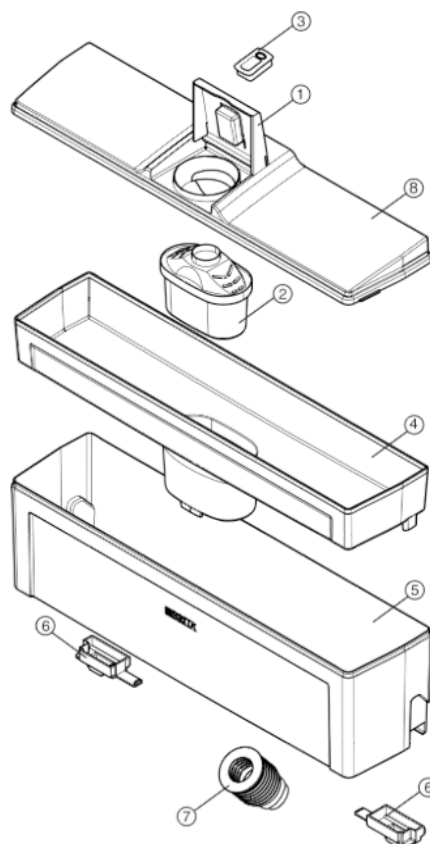

Fig. 19
- ▶ Откройте крышку *Fig. 19 (1)* вместе со встроенным индикатором замены картриджа BRITA Мемо *Fig. 19 (3)*, нажмите на него одновременно с обеих сторон и аккуратно извлеките из кожуха *Fig. 19 (8)* резервуара для воды. Ввиду риска повреждения индикатора BRITA Мемо извлекать его из крышки разрешается только с целью утилизации.
- ▶ Крышку *Fig. 19 (8)* ёмкости для воды возьмите одновременно слева и справа, поднимите вверх и отложите в сторону.
- ▶ Извлеките картридж водяного фильтра BRITA MAXTRA *Fig. 19 (2)* со сменного элемента фильтра *Fig. 19 (4)*.
- ▶ Затем возьмите сменный элемент фильтра *Fig. 19 (4)* посередине и извлеките его из резервуара для воды *Fig. 19 (5)*.
- ▶ Фиксаторы *Fig. 19 (6)* на дне ёмкости для воды сдвиньте к центру бака воды.
- ▶ Ёмкость для воды *Fig. 19 (5)* осторожно вытяните вверх, и воду (если она имеется) слейте в раковину.
- Жидкости, содержащие сахар, такие как прохладительные напитки, фруктовые соки и т.п., приводят к склеиванию клапана для воды *Fig. 19 (7)* и, таким образом, к полному прекращению его работы и, как следствие, к повреждению дозатора воды.
- ▶ Извлеките бак для воды из двери холодильной камеры и разберите его. Тщательно промойте водой и вытрите досуха мягкой тканью все компоненты, кроме картриджа водяного фильтра BRITA MAXTRA *Fig. 19 (2)* и крышки *Fig. 19 (1)* с индикатором замены картриджа BRITA Мемо *Fig. 19 (3)*.
- ▶ Поскольку индикатор замены картриджа BRITA Мемо *Fig. 19 (3)*, установленный на крышке *Fig. 19 (1)* кожуха бака для воды, не должен контактировать с водой, аккуратно очищайте крышку *Fig. 19 (1)* только при помощи влажной мягкой ткани, стараясь не задеть при этом сам индикатор замены картриджа BRITA Мемо *Fig. 19 (3)*.
- ▶ Фиксаторы *Fig. 19 (6)* сдвиньте наружу.
- ▶ Снимите с картриджа водяного фильтра BRITA MAXTRA *Fig. 19 (2)* защитную пленку. Опустите картридж в холодную воду и слегка встряхните его, чтобы удалить все пузырьки воздуха. Не замачивайте картридж MAXTRA перед использованием.
- ▶ Снимите кожух *Fig. 19 (8)* резервуара для воды и установите картридж водяного фильтра MAXTRA *Fig. 19 (2)* посередине сменного элемента фильтра *Fig. 19 (4)*, надежно его зафиксировав.
- ▶ Крышку *Fig. 19 (8)* ёмкости для воды установите на место и затем откройте клапан *Fig. 19 (1)*.
- ▶ Заполните сменный элемент фильтра *Fig. 19 (4)* 2 литрами воды в третий раз и оставьте ее отфильтроваться. Теперь питьевая вода, очищенная при помощи фильтра BRITA, готова к употреблению.
- ▶ Закройте клапан *Fig. 19 (1)* и запустите индикатор замены картриджа "Brita Мемо" *Fig. 19 (3)*.
- ▶ Чтобы было проще заполнять бак для воды после его установки в дверь холодильной камеры, можно использовать сосуд с насадкой для выливания дозированной порции жидкости. При этом не заливайте в сменный элемент фильтра *Fig. 19 (4)* больше 2 литров водопроводной воды.
- ▶ Сменный элемент фильтра *Fig. 19 (4)* можно заполнить снова, только когда вся эта вода пройдет через фильтр.